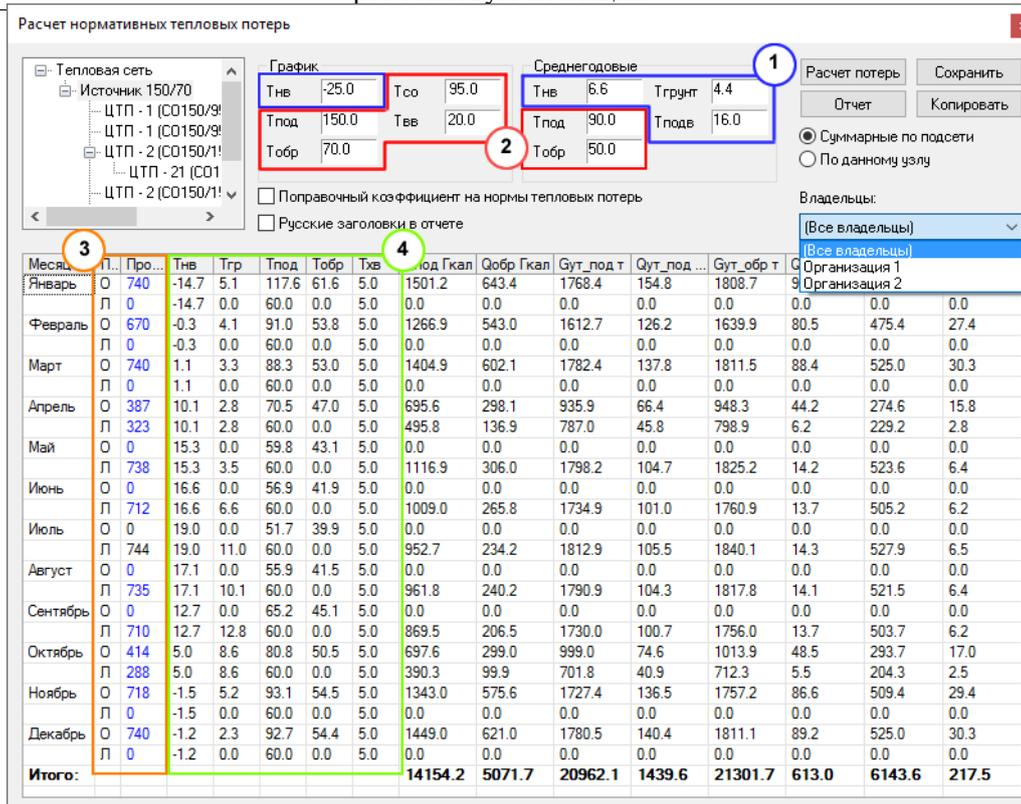

Рисунок 14.4. Исходные данные в окне модуля расчета тепловых потерь
3. Продолжительность отопительного и неотапливаемого (летнего) периода в течение каждого месяца, в часах. Заносится непосредственно в окне модуля расчета тепловых потерь, (Рисунок 14.4, «Исходные данные в окне модуля расчета тепловых потерь»)(3). Значение продолжительности периода может быть подсвечено черным, синим и красным цветом. Расчет будет производиться независимо от того, какого цвета представлено количество часов.
4. Среднемесячные температуры, заносятся непосредственно в окне модуля расчета тепловых потерь. (Рисунок 14.4, «Исходные данные в окне модуля расчета тепловых потерь»)(4). При необходимости параметры могут быть скопированы от одного источника или ЦТП сразу всем объектам, отдельно источникам, ЦТП по контуру отопления или ГВС.